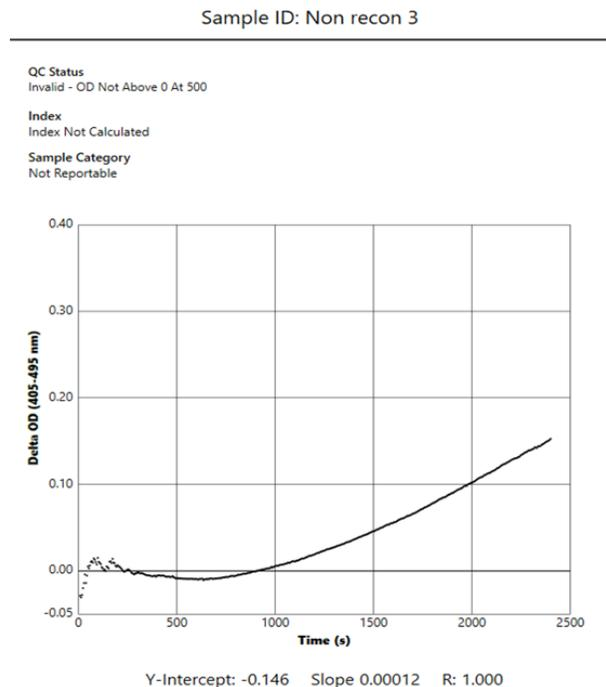

Figure 18. Rapport de résultat du test de BG Analytics® pour un échantillon avec un CQ invalide - Trace cinétique
- Tracé du Delta OD (405 --495 nm) en fonction du temps (s) dont l'ordonnée à l'origine, la pente et les valeurs R sont déterminées entre 1 900 et 2 400 secondes pour permettre une analyse plus approfondie du prélèvement (pour plus d'informations, consultez la **section 8 – Dépannage**). La Figure 18 présente un exemple de prélèvement dont l'état du CQ n'est pas valide.